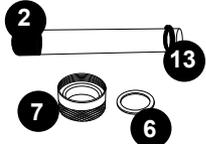

Figure 6
6. Retirez l'écrou de compression du joint de quartz (7) en le tournant dans le sens **anti-horaire**, Figure 3. Utilisez une paire de pinces multiprises si nécessaire, Figure 5. Vous remarquerez qu'une rondelle de compression en acier inoxydable (6) glisse sur le tube de quartz. Conservez la rondelle (6) pour une utilisation ultérieure, Figure 6. Il existe également un joint d'étanchéité noir (13) ; saisissez le joint d'étanchéité noir, puis retirez lentement et délicatement le tube de quartz.
7. Vous pouvez à présent nettoyer ou remplacer le tube de quartz (2). Pour nettoyer le tube de quartz (2), suivez les étapes 8 et 9, puis passez à l'étape 10. Pour remplacer le tube de quartz (2), ignorez les étapes 8 et 9 et passez directement à l'étape 10.